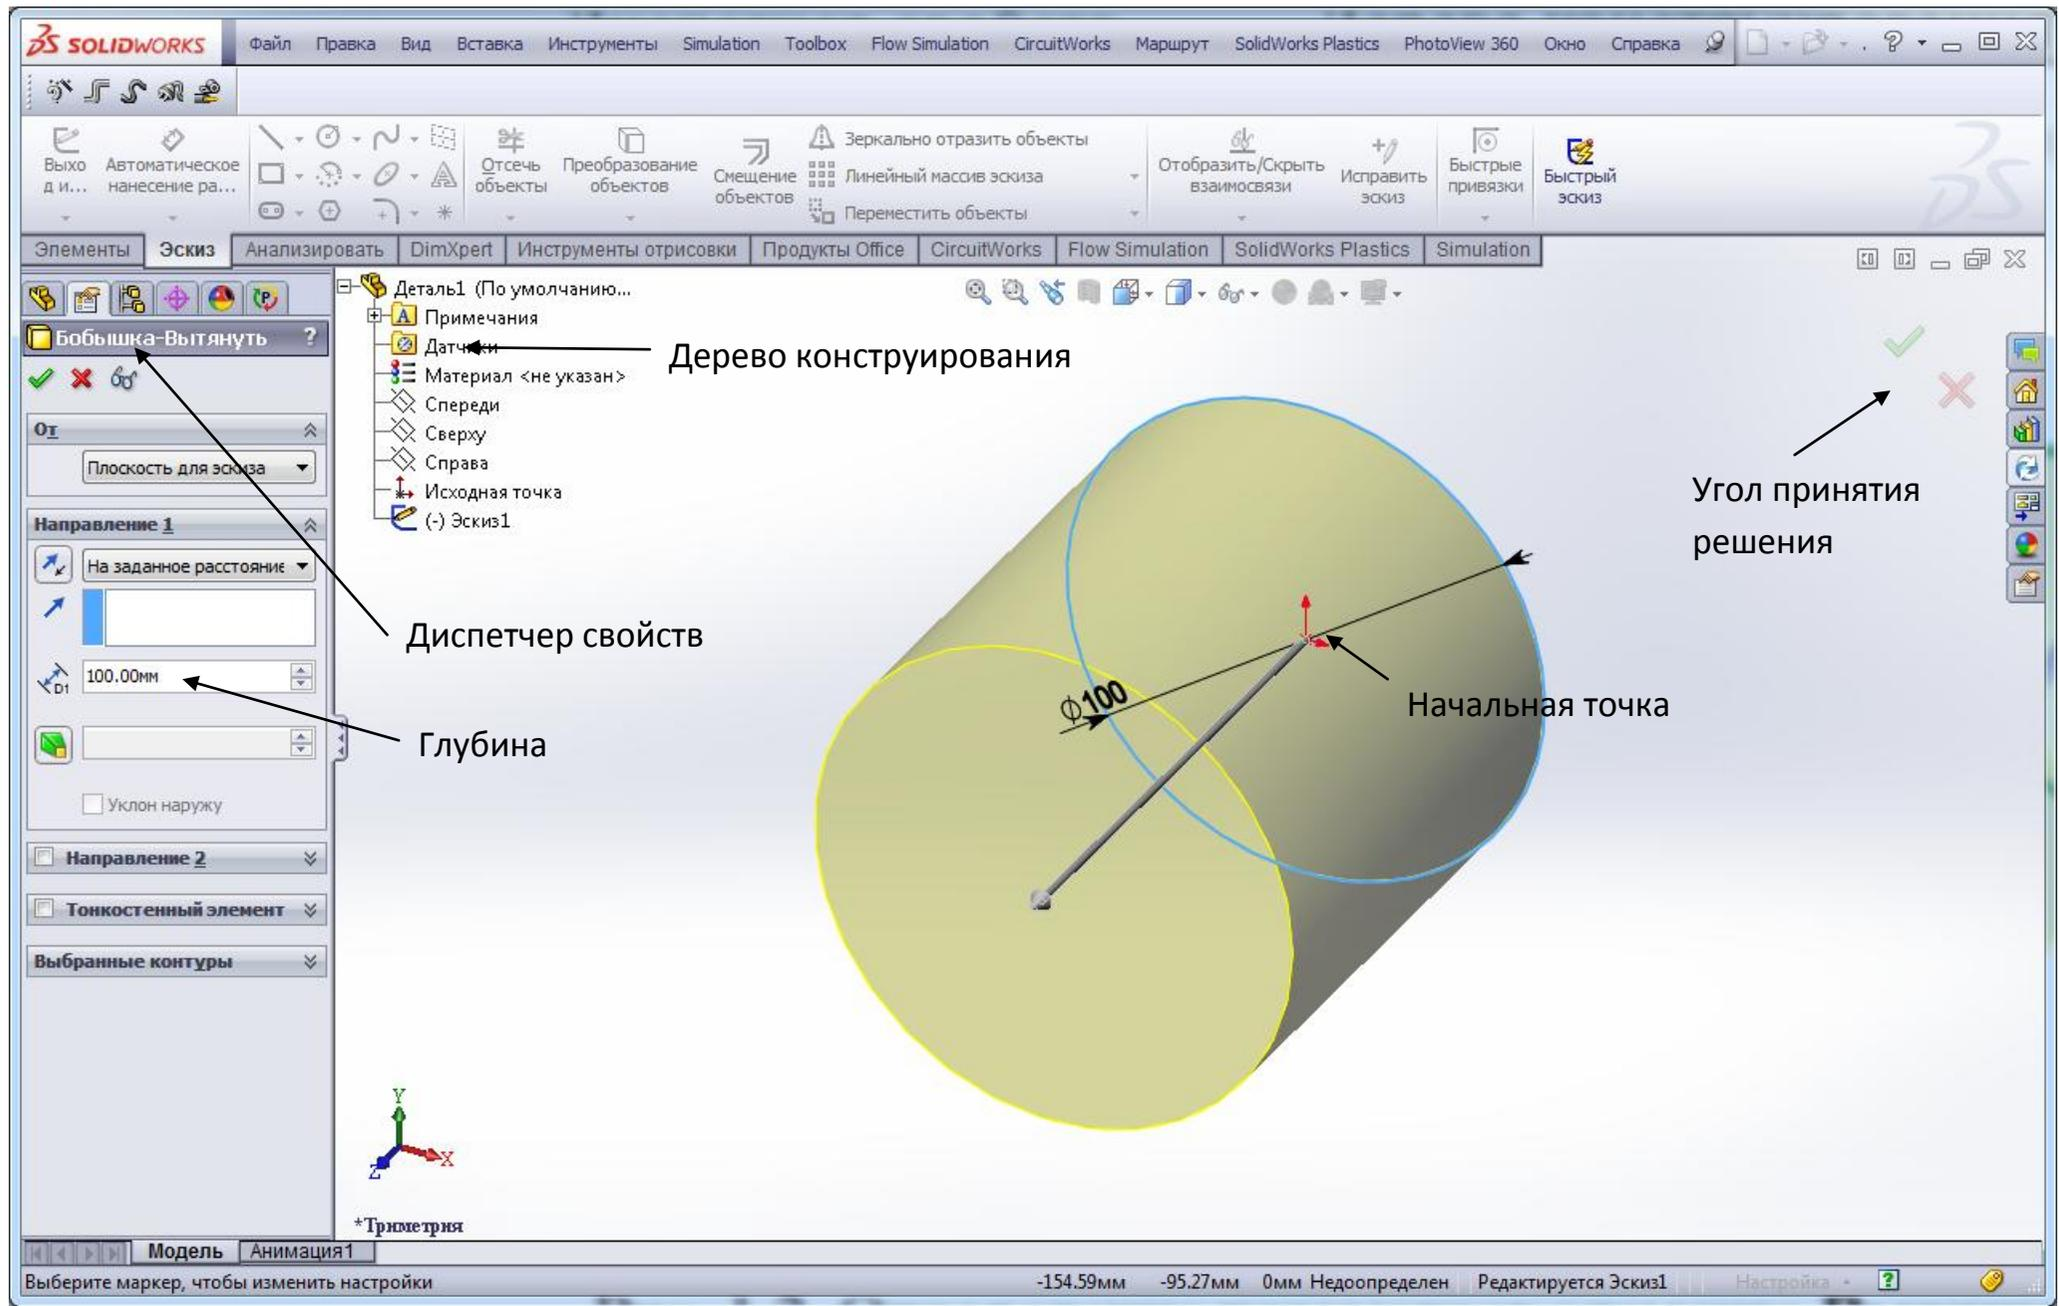

Рисунок 1.4. Определение параметров элемента **Вытянуть**.
7. Нажать значок **Выход из эскиза** в окне **Угол принятия решения**, чтобы завершить эскиз, при этом система автоматически предложит выбор параметров создаваемого элемента **Вытянуть** в окне **Менеджера свойств** (левая часть экрана), а также в графической области будет отображаться предварительный вид создаваемого трехмерного элемента (рис. 1.4).
8. В разделе **Направление 1** окна **Менеджера свойств** установить параметр **Глубина** равным 100 мм (рис. 1.4).